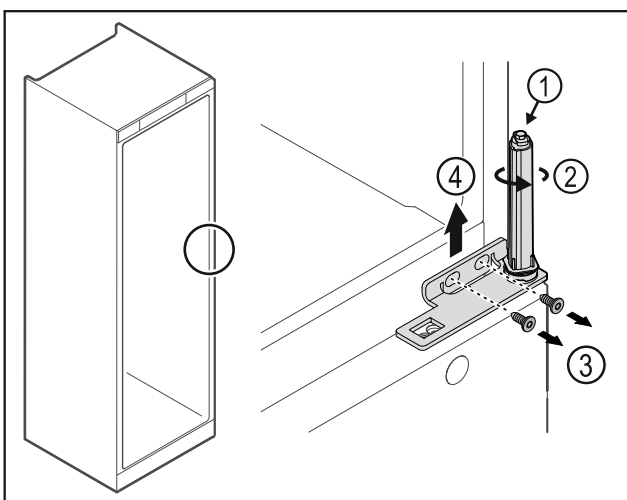

Fig. 27
- ▶ Neardykite durų uždarymo sistemos Fig. 27 (1).
- ▶ Sukite uždarymo sistemą Fig. 27 (2), kol ji užsifiksuos.
- ▶ Atlaisvinkite varžtus Fig. 27 (3), nuimkite šarnyrinį kampuotį Fig. 27 (4) į viršų.